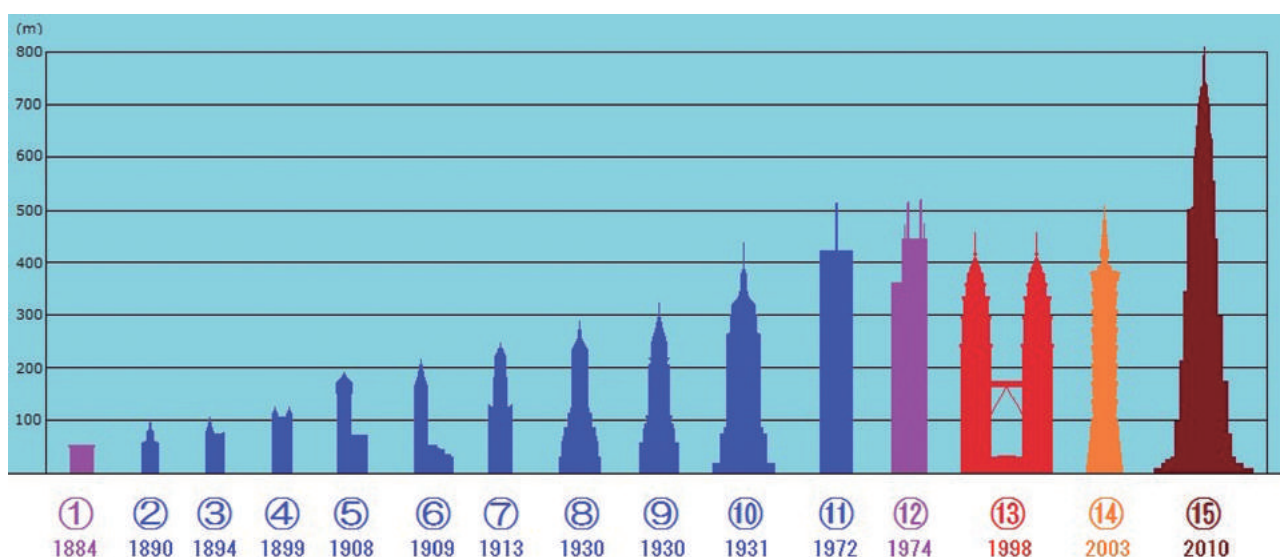

図1 超高層ビル世界一の高さの変遷 (CTBUH (Council on Tall Buildings and Urban Habitat) より、一部筆者が加筆)
①ホーム・インシュアランス・ビル (シカゴ) ②ニューヨーク・ワールド・ビルディング ③マンハッタン生命保険ビル ④パーク・ロウ・ビル ⑤シンガー・ビル ⑥メトロポリタン生命保険会社タワー ⑦ウールワース・ビルディング ⑧マンハッタン信託銀行ビル ⑨クライスラー・ビルディング ⑩エンパイア・ステート・ビルディング ⑪世界貿易センタービル ⑫シアーズ・タワー (シカゴ) ⑬ペトロナス・ツインタワー (マレーシア) ⑭台北101 (台湾) ⑮ブルジュ・ハリファ (UAE ドバイ)
す。1871年の大火により被災したシカゴ市は、都市の再建計画にあたり、それまで多く使われてきた木材に代えて、レンガや石、さらに鉄鋼を使用した構造物を推奨しました。その結果、多くの建築家が鉄骨造の高層建築物を設計し、彼らのスタイルは「シカゴ派」として流行しました。現存はしませんが、1884年に竣工したシカゴの「ホーム・インシュアランス・ビル」(図1の①)が、世界で最初に「超高層」と呼ばれたビルといわれています。
その後、高層建築物のブームは直ぐにニューヨークへと波及し、1890年に建てられた高さ94m、20階建ての「ニューヨーク・ワールド・ビルディング」(図1の②)は、竣工当時、世界一高いビルとされました。以後、図1の「世界一の高さの変遷」が示すように、1974年に竣工したシカゴのシアーズ・タワーに越されるまで、世界一高いビルは全てニューヨーク市内に建てられてきたのです。
「フラット・アイアンビル」から散策を開始し凡そ1時間後、研修初日のメイン・イベントとして「エンパイア・ステート・ビルディング」(図1の⑩)を訪れ、その展望台に登頂しました(写真3)。1931年に建てられ、ニューヨークのみならず、世界で最も有名な超高層ビルといっても過言ではないこのビルの第2展望台は、地上から373mの高さに位置します。実はこの高さが、世界一の高さを目指した「過当な競争」に終止符を打ったとして、現地ニューヨークでは割と有名な話となっています。
ッタン信託銀行ビルの高さが260mで計画されていることを知ったクライスラーは、282mに設計を変更することを指示しました。これに対し、信託銀行ビルの設計者であるクレイグ・セバランスは、ビルの完成直前になって、高さを283mに変更しました。1930年4月、ライバルよりも先に完成したマンハッタン信託銀行ビル(写真4、図1の⑧)は、17年ぶりに世界記録を塗り替えたのですが、その僅か1ヶ月後には、世界一の地位をクライスラー本社ビルに奪われました。
バランスに対し、内向的な性格のヴァン・アレンは、かつての友が手がけている信託銀行ビルとの、世界一を掛けた競争に勝利するため、信託銀行ビルより1m低いクライスラー・ビルの最頂部に「尖塔」を追加することを密かに計画していたのです。エレベーターシャフト内で秘密裏に製造されていた尖塔は、工事竣工直前になって取り付けられ、1930年5月、クライスラー・ビル(写真5、図1の⑨)は高さ319mの世界一高いビルとして完成したのです。